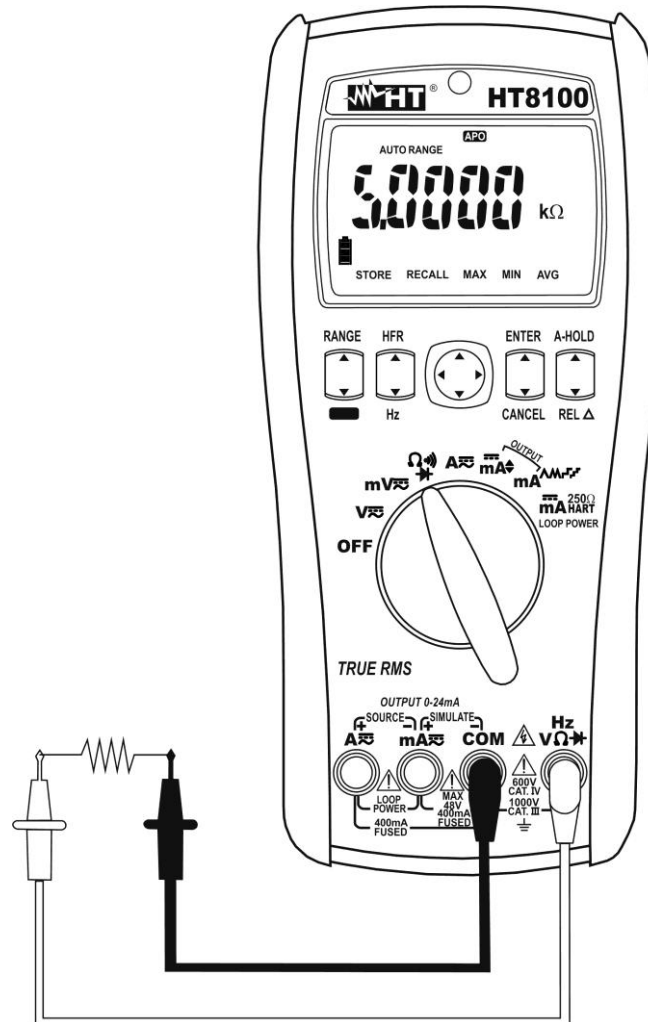

Abb. 6: Verwendung des Gerätes für Widerstandsmessung und Durchgangsprüfung
4. Verbinden Sie die Prüfspitzen der Messleitungen mit den gewünschten Punkten des zu messenden Kreises (siehe **Abb. 6**)